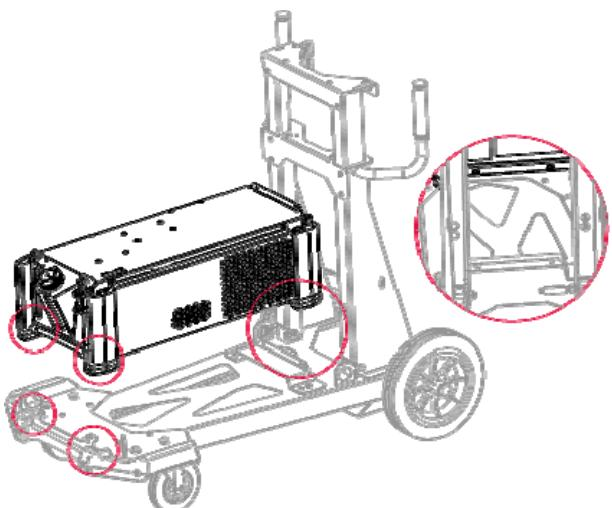

Рисунок 1
- Установите систему охлаждения на четырехколесную тележку (Рис. 1).